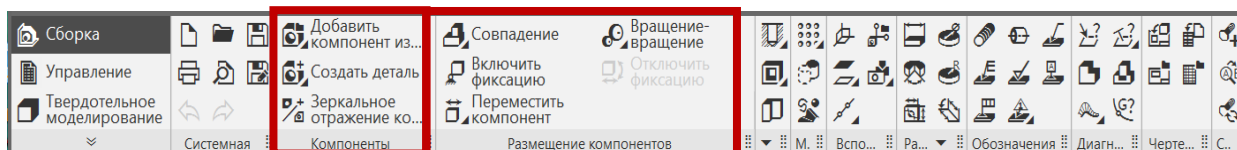

Рис. 5 Панели Компоненты и Размещение компонентов
2. Добавить компонент в сборку (рис. 5).
#### **Сборка – Размещение компонентов** (см. рис. 5).
Для сопряжения компонентов, а также их перемещения по графическому экрану используют команды панели «Размещение компонентов» (см. рис. 5).
Для сопряжения и фиксации компонентов, а также их перемещения по графическому экрану используют операции с панели «Размещение компонентов» (см. рис. 5).